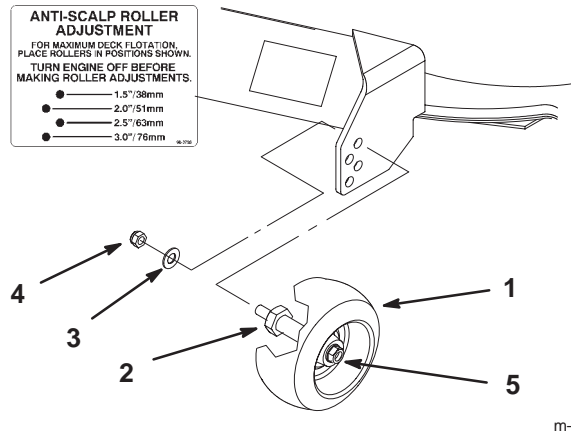

Figure 20
2. Lorsque la hauteur de coupe est réglée, retirez l'écrou à collerette et la rondelle élastique tout en maintenant le goujon avec une clé (Fig. 20).
Remarque : N'enlevez pas l'écrou et la rondelle de roue (Fig. 20).
3. Choisissez le trou pour que la roue de jauge se trouve le plus près possible de la hauteur de coupe correspondante voulue (Fig. 20).
4. Remettez l'écrou à collerette et la rondelle élastique (Fig. 20).